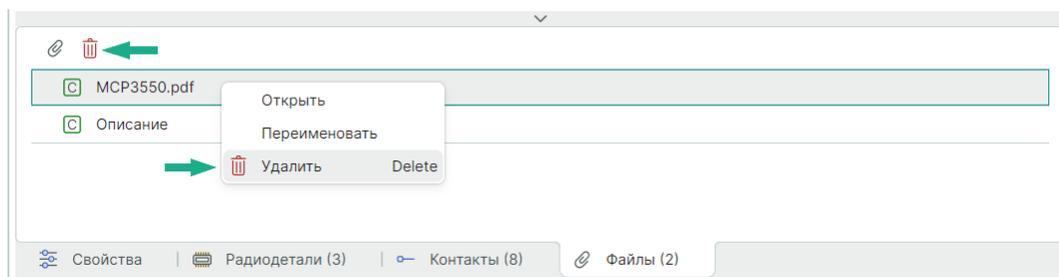

Рис. 342 Удаление файла данных из описания компонента
2. Нажмите на символ  «Удалить» или воспользуйтесь контекстным меню, см. Рис. 342.